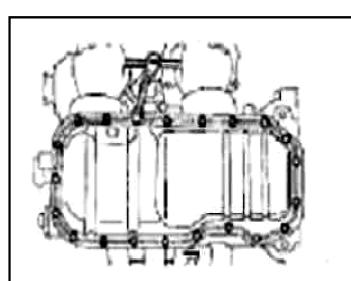

Рис. 83
6. Снимите масляный поддон (Рис.83);